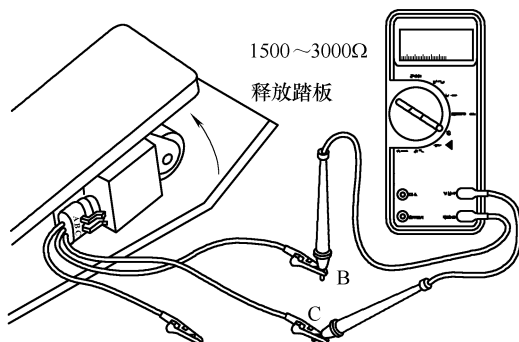
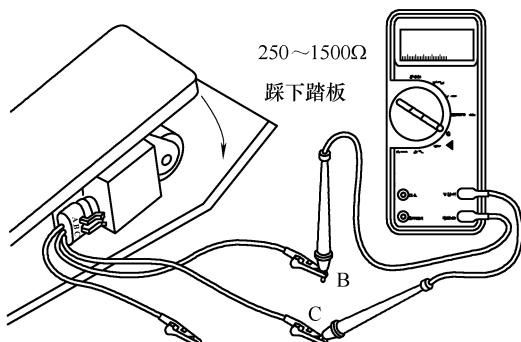

图 4-79 测量电源线插头与信号线插头之间的电阻(释放踏板时)
图 4-80 测量电源线插头与信号线插头之间的电阻(踩下踏板时)
③ 测量 +5V 电源线插头和信号线插头之间的电阻,加速踏板在释放(怠速)位置,电阻必须在 $1500 \sim 3000\Omega$,如图 4-79 所示;在踩下加速踏板(油门全开位置)时,电阻必须在 $250 \sim 1500\Omega$,如图 4-80 所示。如果电阻不合格,说明加速踏板位置传感器有故障,必须进行更换。